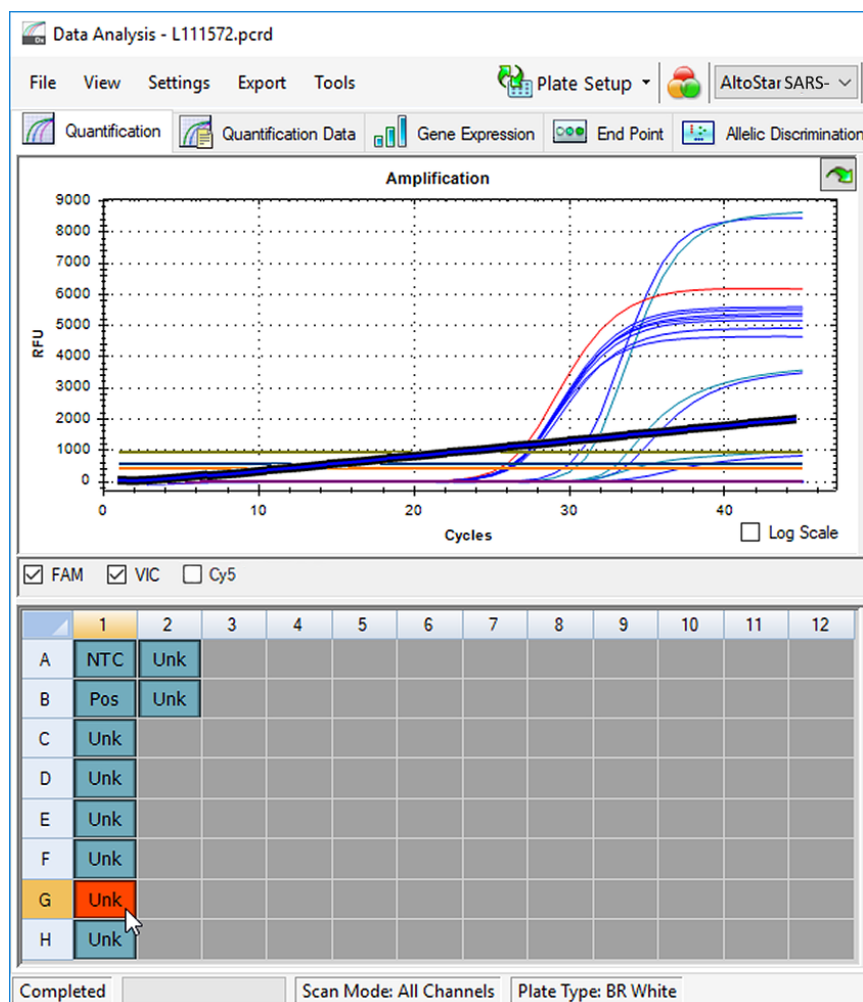

Figure 6: Fenêtre Data Analysis (Analyse des données) : signal PCR irrégulier
- Identifiez les puits présentant des signaux PCR irréguliers (augmentation linéaire du signal, pics de signal, etc.) dans l'un des canaux de détection FAM™ (gène E), VIC™ (IC) ou Cy5 (gène S) (voir la figure 6).